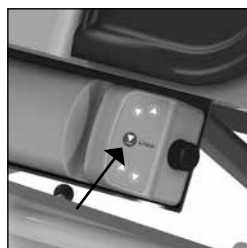

Figure 19 Bouton d'abaissement d'urgence.
Si la commande manuelle tombe en panne et que le brancard est en position haute, le brancard peut être abaissé à l'aide du bouton d'abaissement d'urgence (voir figure 19).
- Appuyez sur le bouton d'abaissement d'urgence (voir figure 19).